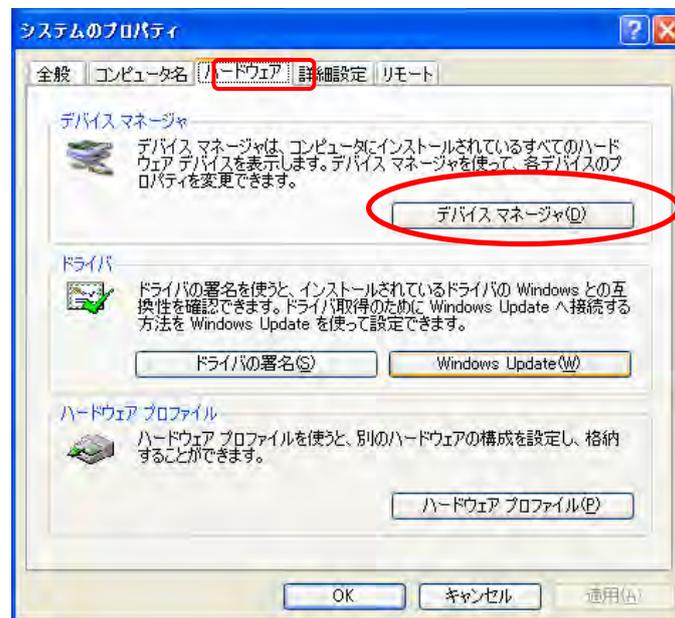

Fig. 4.6 システムのプロパティ
【パフォーマンスとメンテナンス】から【システム】を選択し、【システムのプロパティ】(Fig. 4.6) を表示します。
【システムのプロパティ】上段のメニューの中から【ハードウェア】を選択し、【デバイスマネージャ (D)】を開きます (Fig. 4.6)。